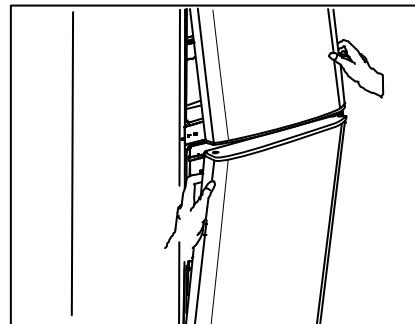

Рисунок 2.
**2** - Отделите двери холодильной и морозильной камер от корпуса, потянув их на себя вместе со средним шарниром (Рис. 2).